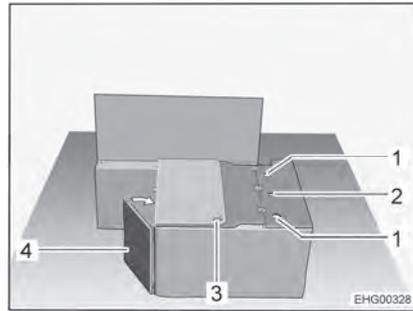

Fig. 23 Pendant la transformation
- Faire pivoter la paroi avant du coffre de banquette (Fig. 23,4) en direction de la paroi latérale.
- Faire passer la ceinture de sécurité avec boucle de fermeture à travers l'ouverture (Fig. 23,3) du couvercle du coffre de banquette.
- Emboîter le dossier du siège emboîtable dans les fixations latérales (Fig. 23,1) et serrer à la main la vis à poignée étoile dans la fixation du milieu (Fig. 23,2).